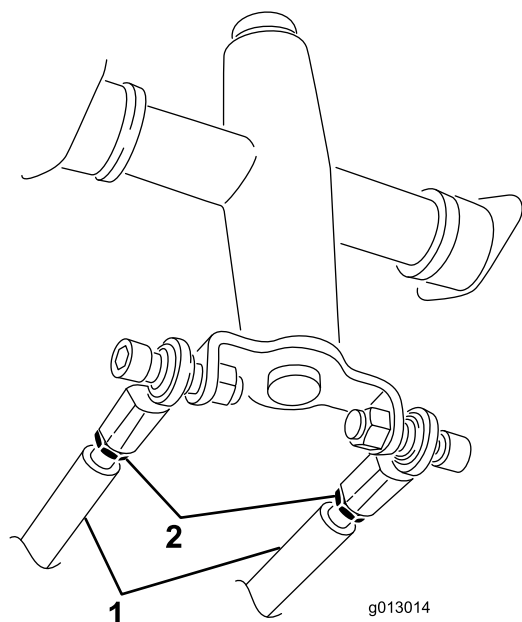

Рисунок 57
3. Ослабьте контргайки на штоках привода под панелью управления (Рисунок 57).